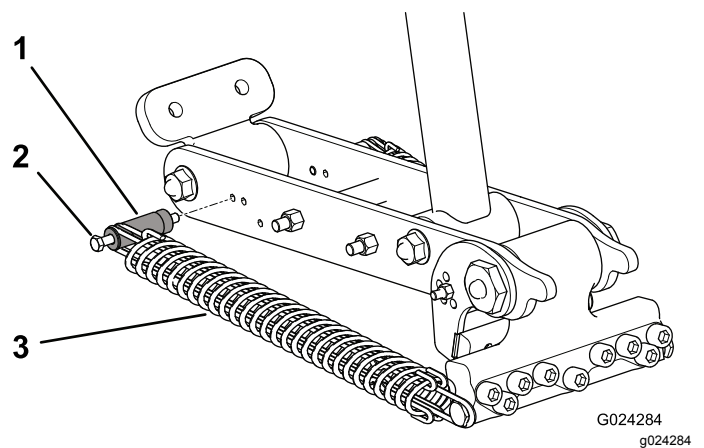
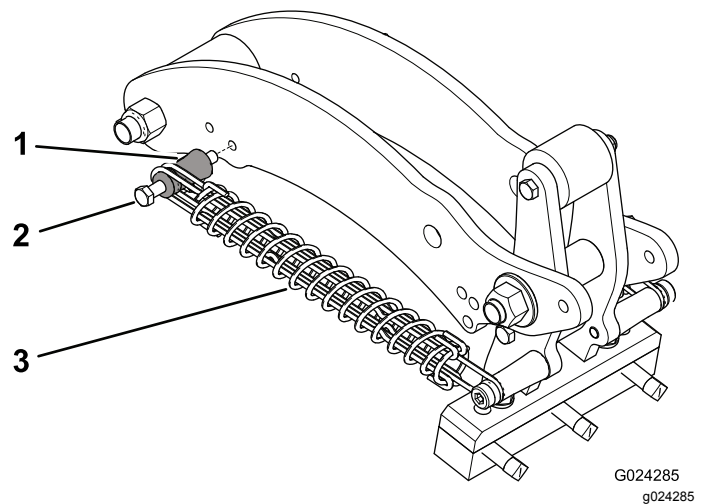

Bild 42
Bild 43
5. Nehmen Sie die Schraube der Befestigungsstrebe und die Befestigungsstrebe vom Gestängearm ab und versetzen Sie sie in das andere Einstelloch (Bild 42 oder Bild 43).
4. Entfernen Sie die Mutter, mit der die Schraube der Federbefestigungsstrebe am Gestängearm befestigt ist (Bild 42 oder Bild 43).